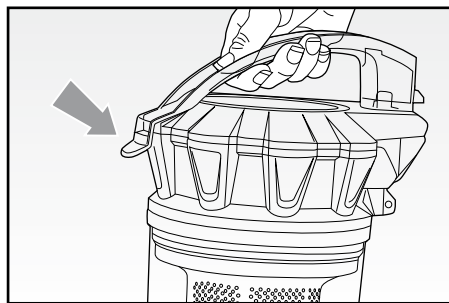
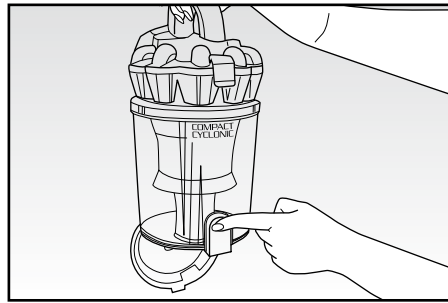
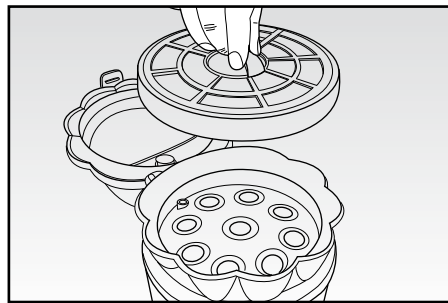

Fig. 8
Fig. 7
Fig. 9
- Svuotare il contenitore della polvere (A), aprendo il coperchio mediante il relativo pulsante di sgancio (Fig. 7).
- Per una pulizia completa del contenitore (A) è necessario smontarlo in ogni sua componente, operando come di seguito descritto:
- premere l'apposito pulsante ed aprire il coperchio del contenitore (A) (Fig. 8); quindi estrarre il filtro sottostante (Fig. 9);